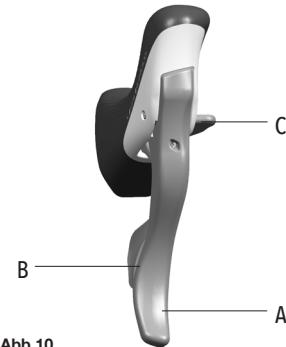

Abb.10
- Der Fingerhebel B (Abb. 10) am rechten Schalthebel wirkt auf das Schaltwerk und lässt die Kette auf das höhere Ritzel steigen.
- Der Fingerhebel C (Abb. 10) am rechten Schalthebel wirkt auf das Schaltwerk und lässt die Kette auf das kleinere Ritzel absteigen.
- Die Fingerhebel B und C (Abb. 10) am rechten Schalthebel können um mehrere aufeinanderfolgende Kicks verstellt werden, um die Kette mit einer einzigen Bewegung auf- (höchstens 3 Ritzel) oder absteigen (höchstens 3 Ritzel bei Ergopower Ultra Shift) zu lassen.